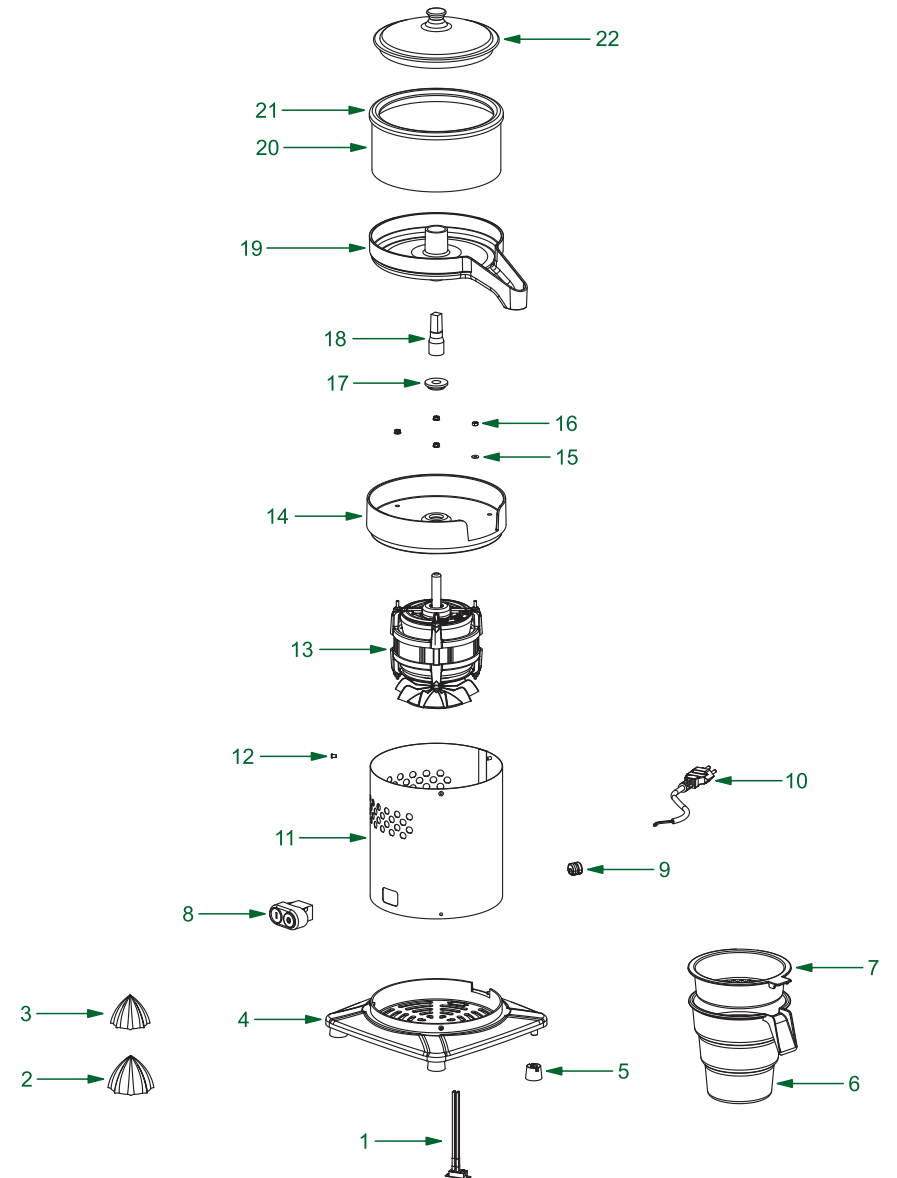

FIGURA 2
4.9 A tabela abaixo, apresenta todos os componentes dos modelos ESSC127 e ESSC220, onde a vista esta representada na figura 2, com a identificação para uma melhor avaliação ou dúvida.